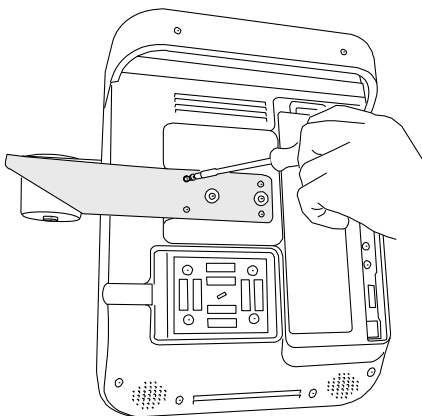

Figura 2 Coloque los tornillos en el soporte del transductor
- 2 Con un destornillador Phillips, apriete los cuatro tornillos. Consulte la Figura 2.
- ❖ Con un destornillador Phillips, afloje los cuatro tornillos de la parte trasera del soporte del transductor. Consulte la Figura 2.